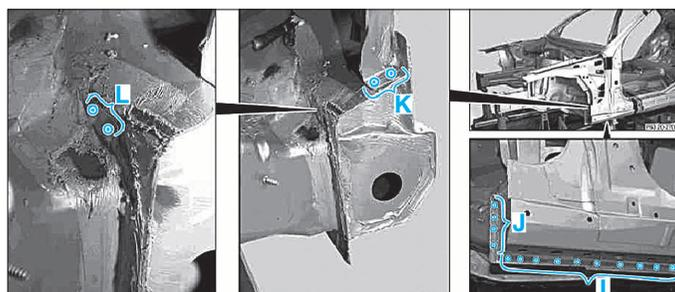

FIG. 33
- les points de soudure dans les zones (I), (J), (K) et (L) (Fig.33).